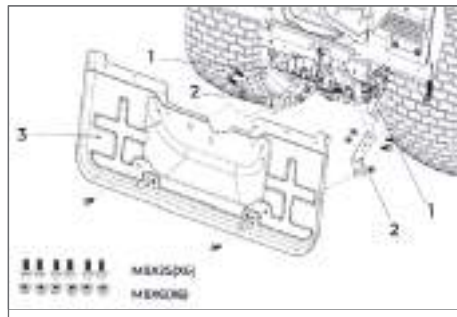

Рис. 7
6.6 Установка компонента I заднего экрана (рис. 7)
- Установите 2 кронштейна (рис. 7, поз. 2) на раму (рис. 7, поз. 1) с помощью 4 болтов (M8x25) и 4 гайки (M8).
- Установите заднюю панель (рис. 7, поз. 3) на кронштейн с помощью 2 болтов (M8x25) и 2 гайки (M8).